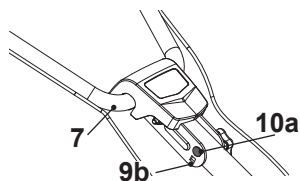
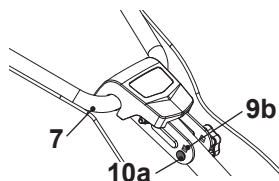

Fig. 12A, posición alta
Fig. 12B, posición baja
4. Deslice la parte superior del manillar (7) hasta la posición alta (fig. 12A) o baja (fig. 12B) y alinee los orificios de posicionamiento (9b) deseados para fijar la parte superior del manillar (7).